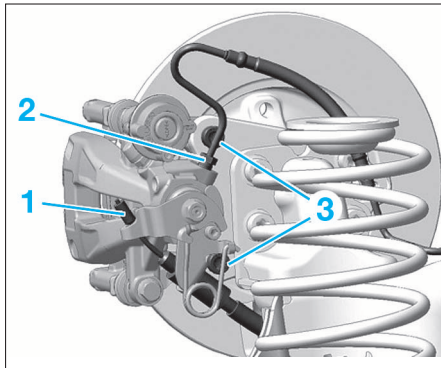

FIG.9
- Désaccoupler le câble (1) (Fig.9).